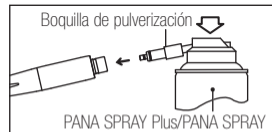

Fig. 8
- 1) Monte la boquilla de pulverizador en el conducto de pulverizador.(Fig.8)